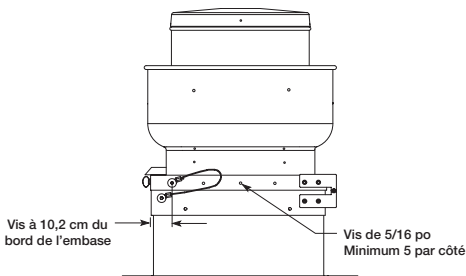

Figure 8 — Pose des vis
3. Fixer la tourelle à la costière pour service intensif avec un minimum de seize (16) vis autotaraudeuses (1ME19) (vis non fournies).
5. Poser une (1) vis au centre de chaque côté.
6. Espacer régulièrement les vis restantes. Voir la Figure 8.